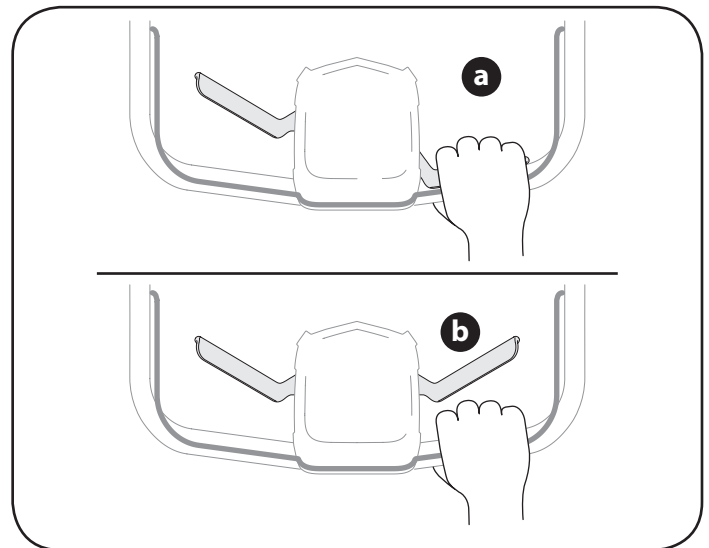

Figura 15
1. Uso de la cortadora sólo con tracción trasera. Consulte la Figura 15: